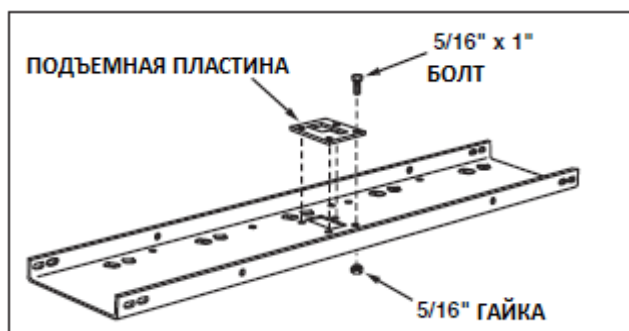

Рис. 1
1. Установите подъемную пластину на щитке и закрепите с помощью четырех болтов 5/16" x 1" и гаек 5/16". **Затяните.** (рис. 1).